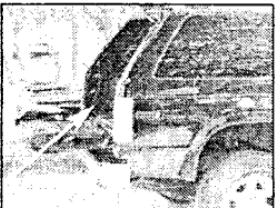

Fig. 2
5. Localisez le harnais de câblage de lumière de queue de véhicules au coin dernier du véhicule que le harnais peut être identifié par des connecteurs semblables à ceux sur le harnais de T-Connecteur (fig. 2).